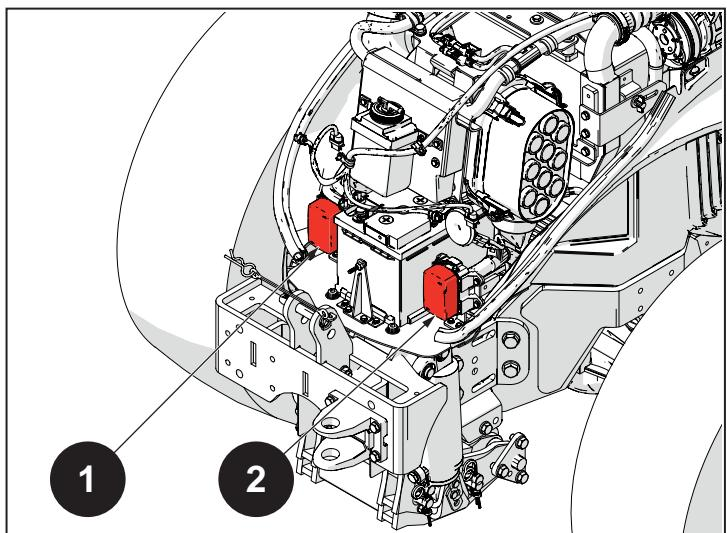

Abb. 6.54
Sicherungsfunktionen (1), Abb. 6.54:
Sicherungsfunktionen (2), Abb. 6.54: